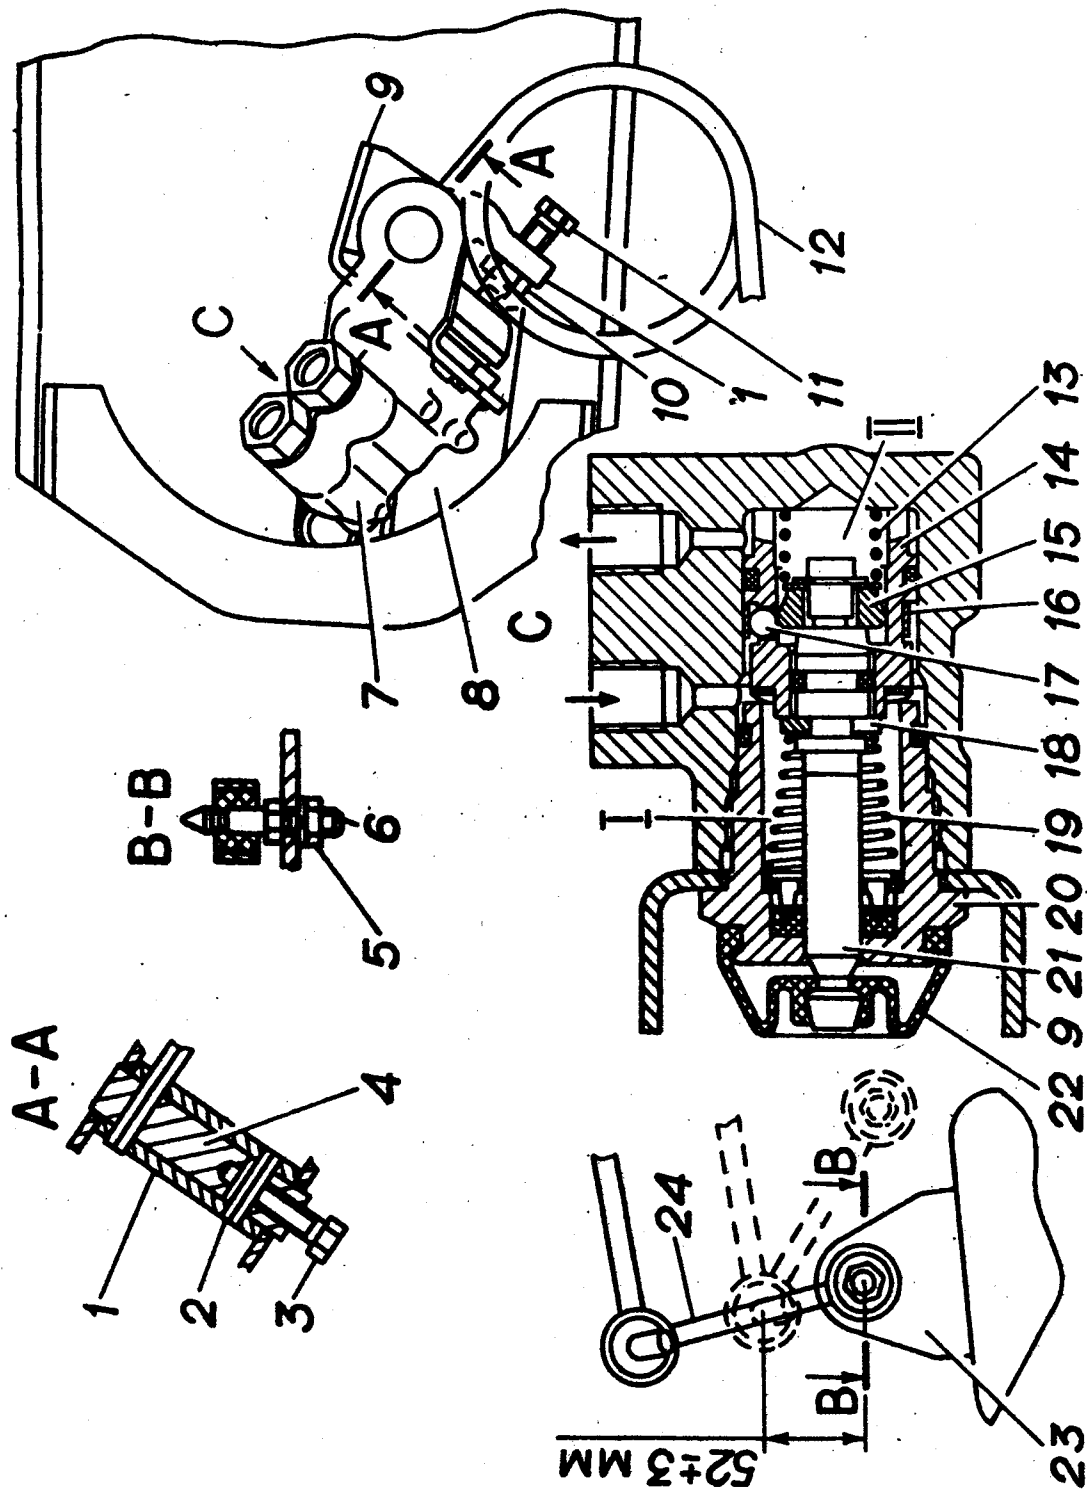

Рис. 86. Регулятор давления.
Регулятор давления тормозов корректирует давление тормозной жидкости в системе задних тормозных механизмов в зависимости от изменения нагрузки на задние колеса. Устройство регулятора давления и его установка показаны на рис. 86.
- отсоединить от кронштейна 23 (рис. 86) на заднем мосту нижний конец стойки 24 регулятора, отвернув для этого гайку оси 5;